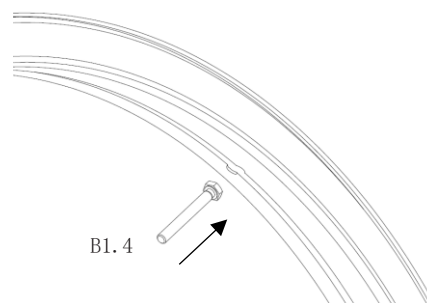

Abb. 15
- den Kopf der Sechskantschrauben (Pos. B1. 4) in die Montage-Bohrungen der Sprossen einführen. (Abb. 15)